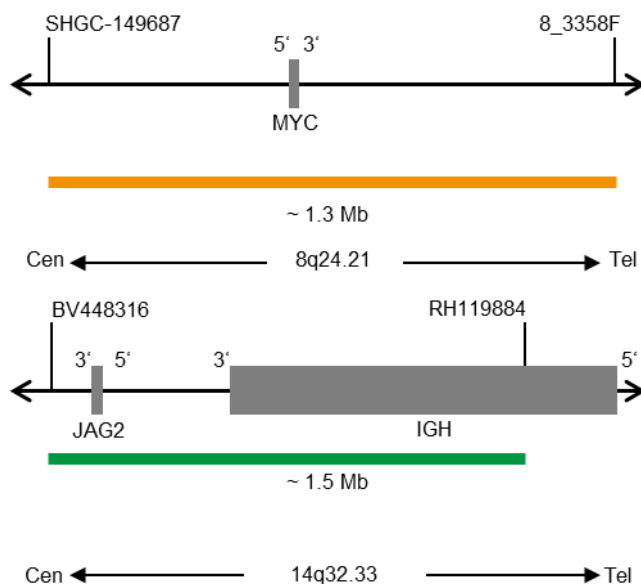

Fig. 1 : En haut : Carte de la sonde SPEC MYC ; En bas : Carte de la sonde SPEC IGH (pas à l'échelle)
- Polynucléotides marqués au ZyGreen (excitation 503 nm/émission 528 nm) (~12 ng/ μ l), qui ciblent une séquence de 14q32.3* (chr14:105,462,169-106,995,000) hébergeant la région du locus IGH (voir figure 1).
- Polynucléotides marqués au ZyOrange (excitation 547 nm/émission 572 nm) (~6 ng/ μ l), qui ciblent une séquence de 8q24.21* (chr8:128,171,178-129,517,468) hébergeant la région du gène MYC (voir figure 1).